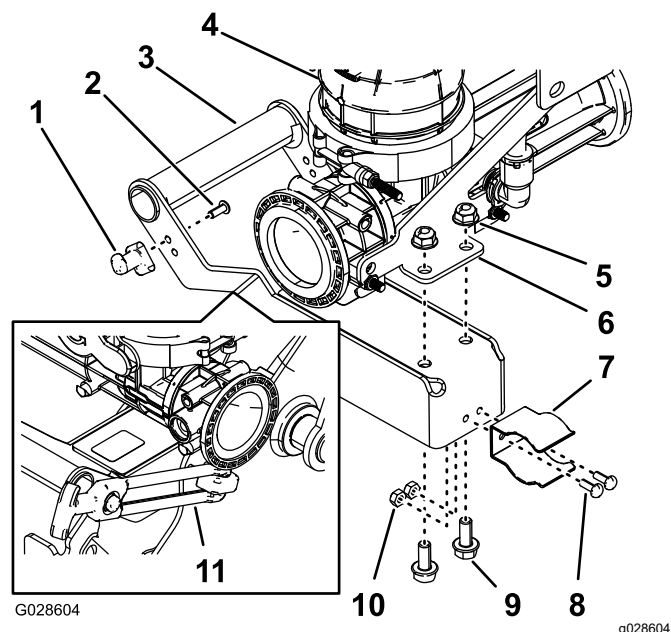

图 21
1. 使用 2 个六角头螺丝#10-24 x ½ 英寸将闩锁杆组装到清洁加药器图 21 的手柄上。
2. 使用 2 个螺栓#10-24 x ½ 英寸和 2 个锁紧螺母 (#10-24) 将弹簧夹组装到闩锁手柄图 21 上。
3. 使用 2 个凸缘头螺栓5/16 x ¾ 英寸和 4 个凸缘锁紧螺母5/16 英寸将手柄组装到清洁加药器的支架面板上图 21。